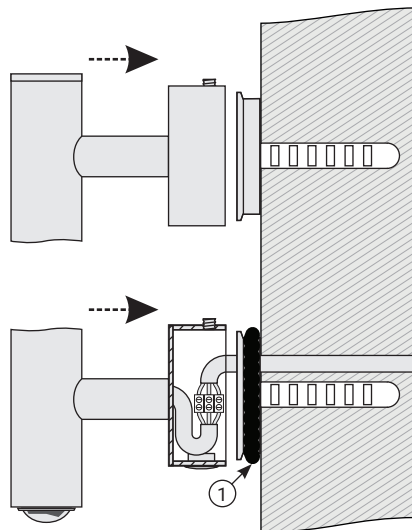

Рис.6
- 4.2.7. Заправить провода в коробку скрытого подключения (рис. 6).
- 4.2.8. Для повышения степени защиты произвести герметизацию шва силиконовым герметиком по контуру примыкания коробки скрытого подключения и стены (рис. 6 «1»).